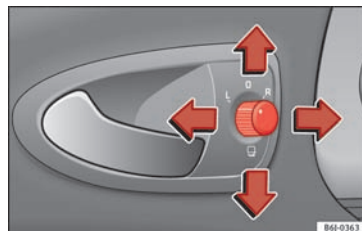

Fig. 139 Drejeknap til sidespejlene
1. Drej først knappen »» Fig. 139 til position **L** (venstre sidespejl).
- Drej drejeknappen »» **Fig. 139** til position  for at klappe sidespejlene ind. For at undgå skader skal du altid klappe sidespejlene ind, når du kører din bil i et automatisk vaskeanlæg.